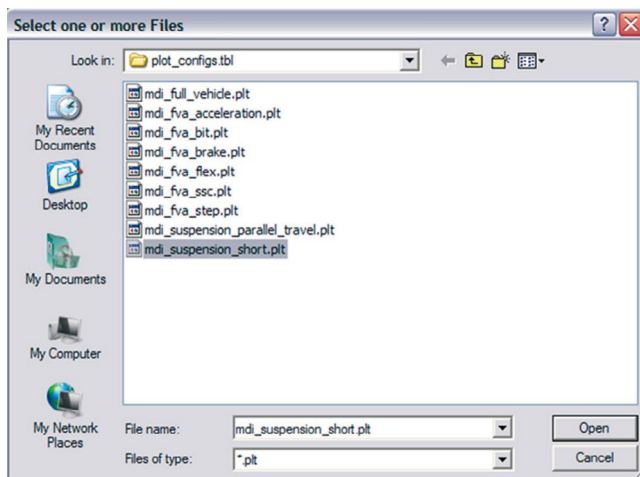

Figura 4.148 – Definindo o arquivo de configuração dos gráficos.
- Na biblioteca do ADAMS/Car já existem diversas opções disponíveis de configurações de gráficos. Nesse caso, como estamos interessados nos resultados do *Assembly* suspensão/sistema de direção, ou seja, de uma suspensão com esterçamento, selecione a opção *mdi_suspension_short.plt* (Figura 4.148).